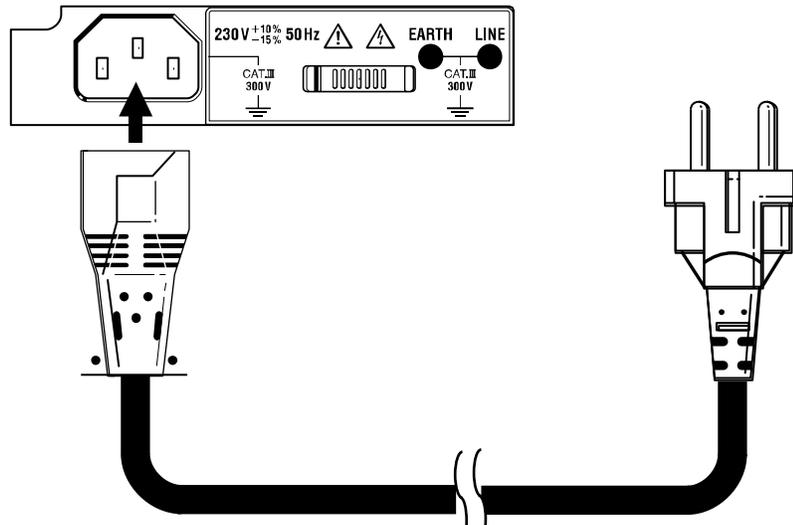
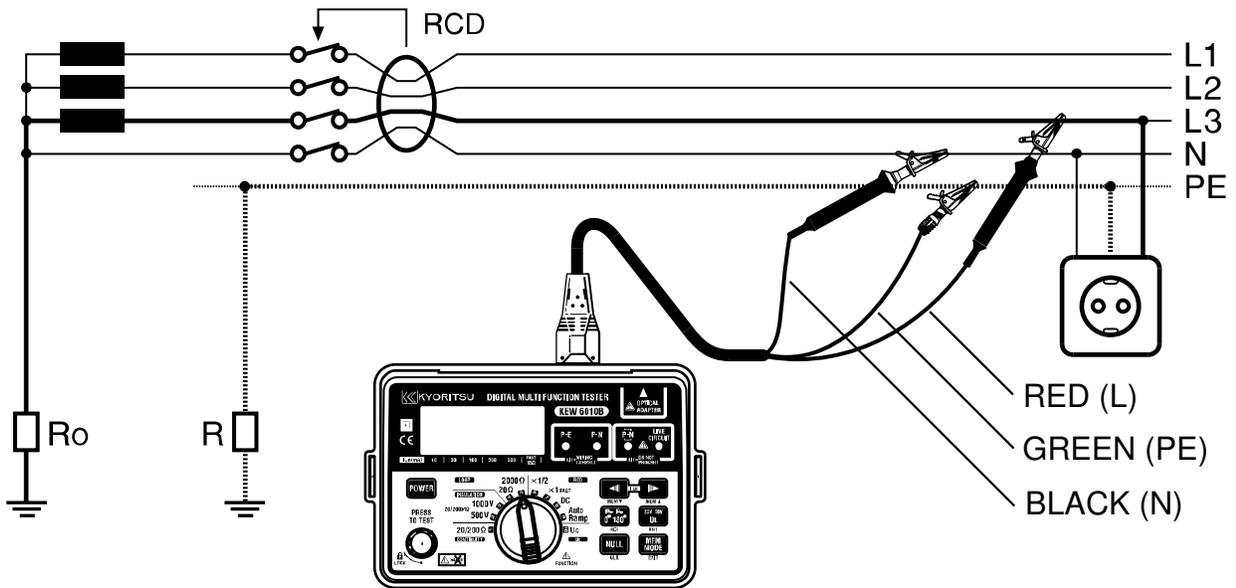

Fig 11
Fig 12
3. En testant des prises murales, connectez le cordon au KEW 6010B et insérez la fiche surmoulée dans la prise à tester (cfr Fig 11).
7. Pour tester des circuits d'éclairage ou d'autres circuits, connectez le cordon à trois fils Modèle 7133 (OMA DIEC :accessoire optionnel) au KEW 6010B  connectez le cordon rouge (phase) à la phase du circuit sous test, le noir (neutre) au circuit sous test et le cordon de terre à la terre associée au circuit (cfr Fig 12).
3. Connectez l'instrument au différentiel à tester, soit par une prise adéquate (cfr Fig 11) , soit en utilisant le jeu de cordons de mesure Modèle 7133 (OMA DIEC) (cfr Fig 12).
5. Connectez l'instrument au différentiel à tester, soit par une prise adéquate (cfr Fig 11), soit par le jeu de cordons modèle 7133 (OMA DIEC) (cfr Fig. 12).